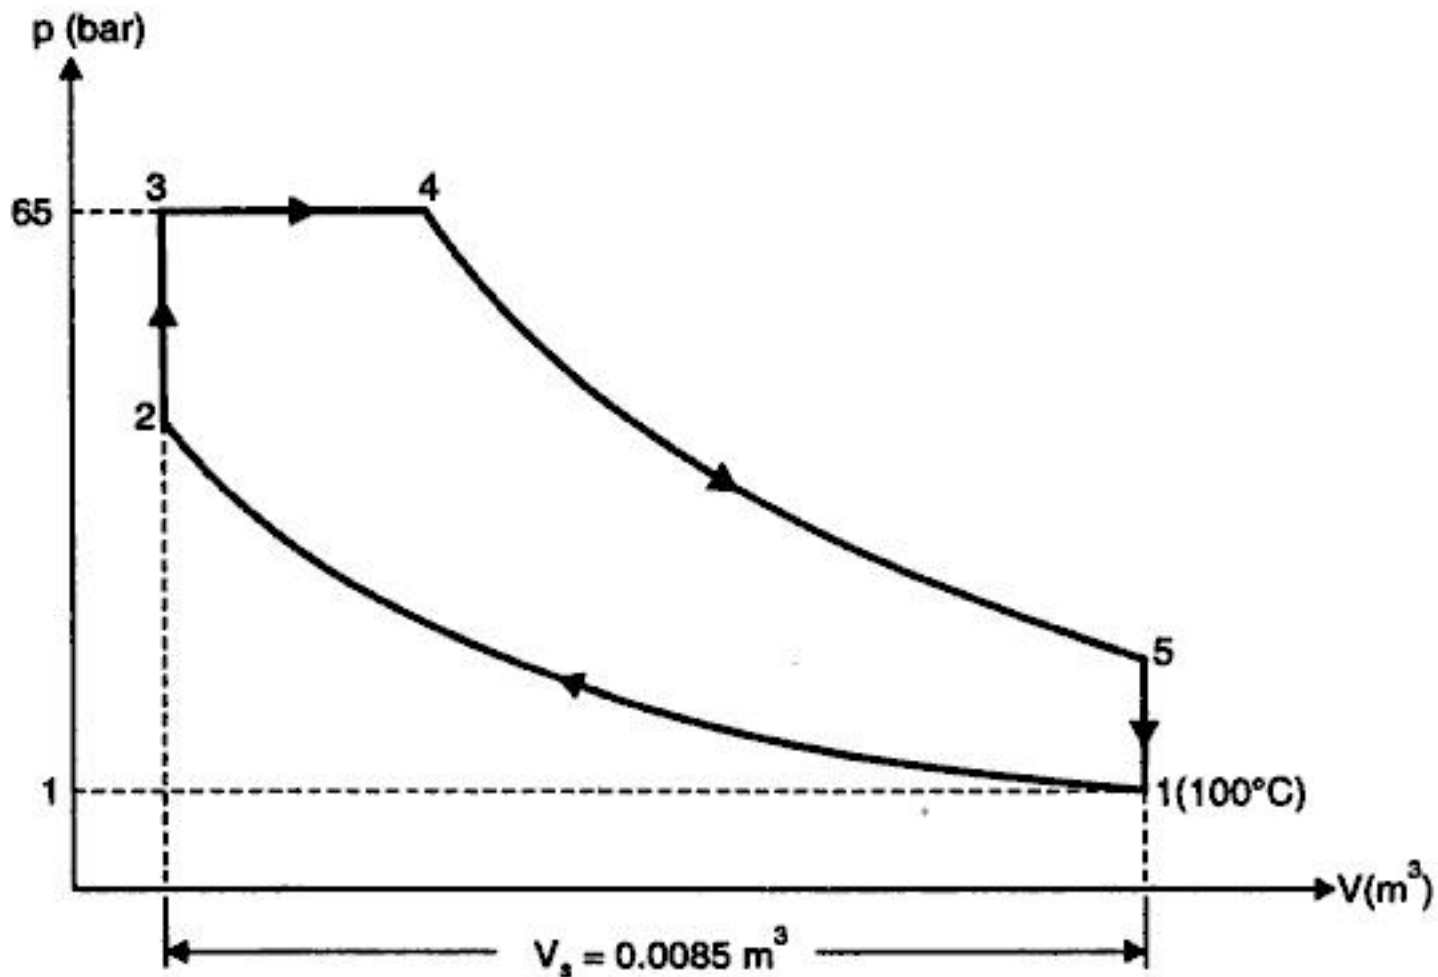

Fig. 3.24
**Solution.** Refer Fig. 3.24.